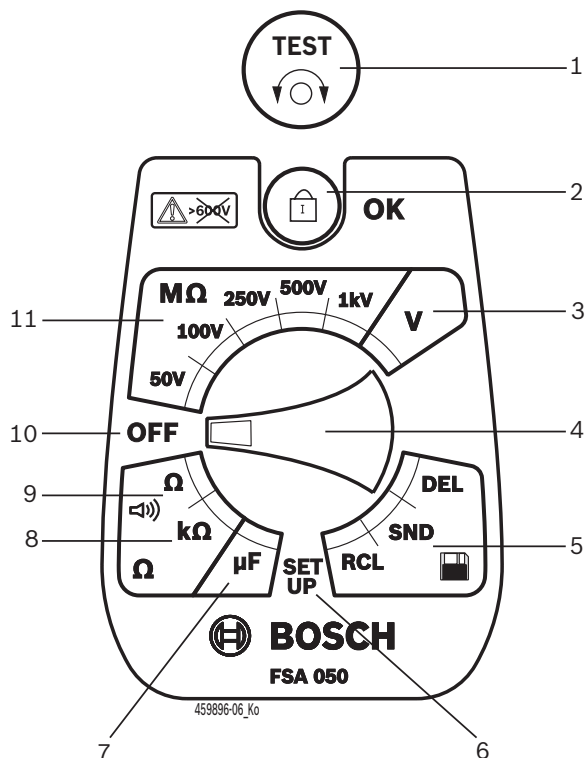

Fig. 2: Interruptor giratorio/teclas
- Colocar el interruptor giratorio en <SETUP> (fig. 2, pos. 6).
- Pulsar el botón <TEST> (fig. 2, pos. 1) durante unos dos segundos.
- Pulsar </OK> para guardar el valor deseado (fig. 2, pos. 2).